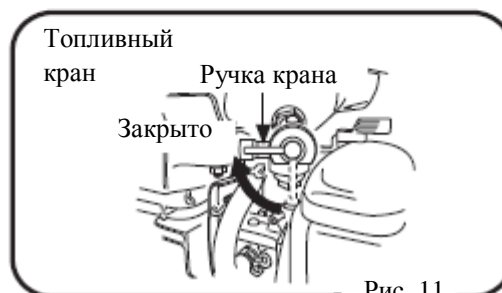

Рис. 11
2. Закройте топливный кран (см. рис. 11).